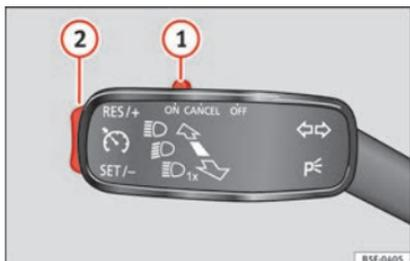

Fig. 47 À gauche de la colonne de direction : contacteur et commandes d'utilisation du GRA.
• Connecter le GRA : déplacez le contacteur **» fig. 47 ①** sur **ON**. Le système s'allume. Étant donné qu'aucune vitesse n'a été programmée, le système ne règle pas la vitesse.
• Activer le GRA : appuyez sur le bouton **» fig. 47 ②** dans la zone **SET/-**. La vitesse fixée est alors mémorisée et maintenue.
• Déconnecter le GRA temporairement : déplacez le contacteur **» fig. 47 ①** sur **CANCEL** ou appuyez sur la pédale de frein. Le réglage est désactivé temporairement.
• Reconnecter le GRA : appuyez sur le bouton **» fig. 47 ②** sur **RES/+**. La vitesse mémorisée sera de nouveau enregistrée et régulée.
• Augmenter la vitesse programmée pendant le réglage du GRA : appuyez sur le bouton **②** sur **RES/+**. Le véhicule accélère jusqu'à la nouvelle vitesse enregistrée.
• Réduire la vitesse programmée pendant le réglage du GRA : appuyez sur le bouton **②** sur **SET/-** pour réduire 1 km/h (1 mph). La vitesse est réduite jusqu'à atteindre la nouvelle vitesse enregistrée.
• Déconnexion du GRA : déplacez le contacteur **» fig. 47 ①** sur **OFF**. La vitesse mémorisée est effacée et le système est déconnecté.